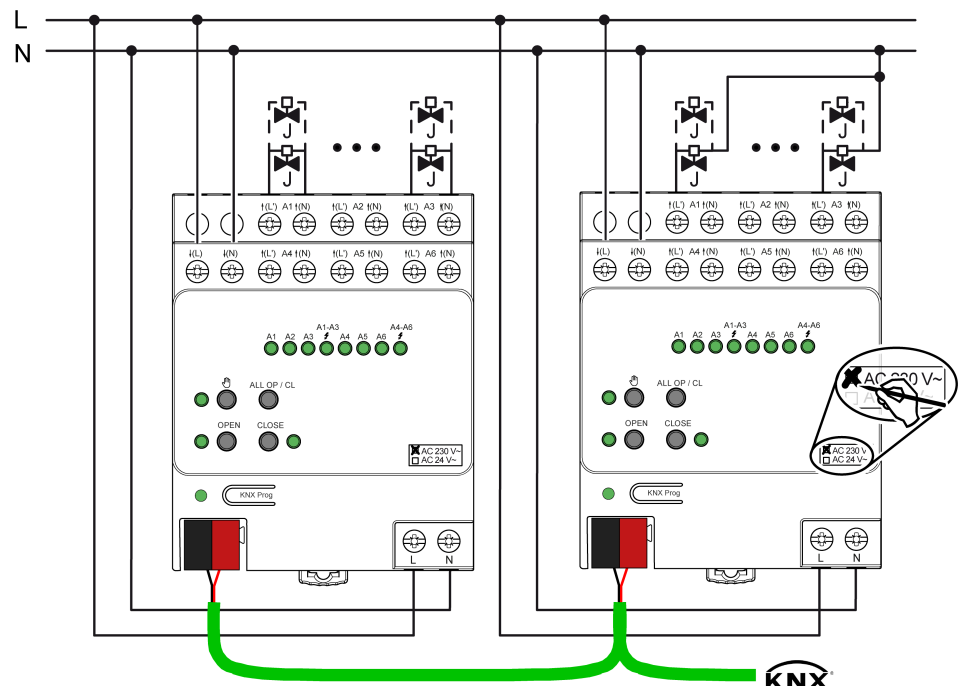

Figura 2: Collegamento per azionamenti AC 230 V (esempi di collegamento)
- Collegare gli attuatori AC 230 V secondo lo schema elettrico degli allacciamenti (Vedi figura 2). I conduttori neutri degli azionamenti possono essere collegati direttamente ai morsetti N delle uscite dell'attuatore di riscaldamento (esempio di collegamento a sinistra), o in alternativa possono essere collegati a un potenziale N idoneo (ad es. morsetto N nel ripartitore) congiuntamente (esempio di collegamento a destra). Non è obbligatorio collegare i conduttori neutri degli azionamenti direttamente all'attuatore.